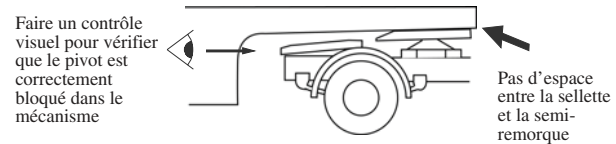

Figure 7. Faire un contrôle visuel pour vérifier que le pivot est bloqué
2. Faire un contrôle visuel pour vérifier que la barre de blocage est complètement en travers et que le pivot est bloqué à l'intérieur du mécanisme (voir figure 7).